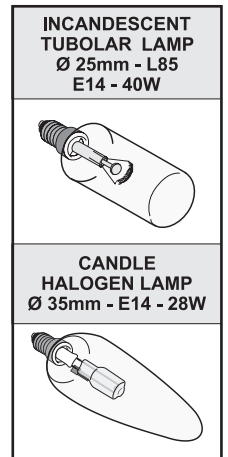

Fig.8
• **Remplacement des ampoules à incandescence/halogènes (Fig.8):**